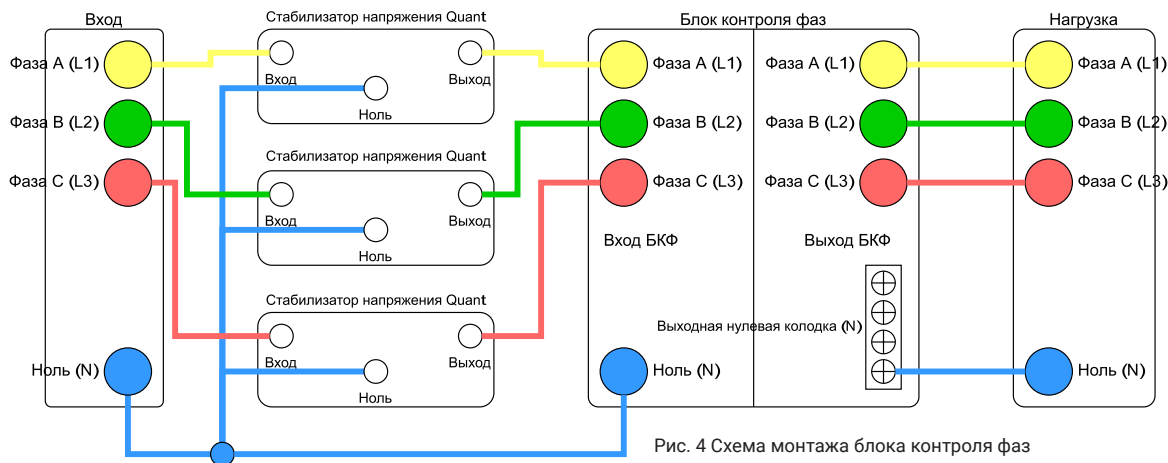

Рис. 4 Схема монтажа блока контроля фаз
3.2.4. Нуль (N) навантаження, підключається до контакту 8, що знаходиться навпроти контакту 7 з синім проводом.
4. Підсумкова схема підключення повинна відповідати Рис. 4: Ретельно перевірте чи всі пристрої підключені і дотримано послідовність фаз. **ЗВЕРНІТЬ УВАГУ! БКФ ПОВНІСТЮ відключає споживачів від мережі. Загальний нуль комутується ДО**
3. Подключите штатные провода с оконцевателями согласно схематическому изображению БКФ (Рис.4):